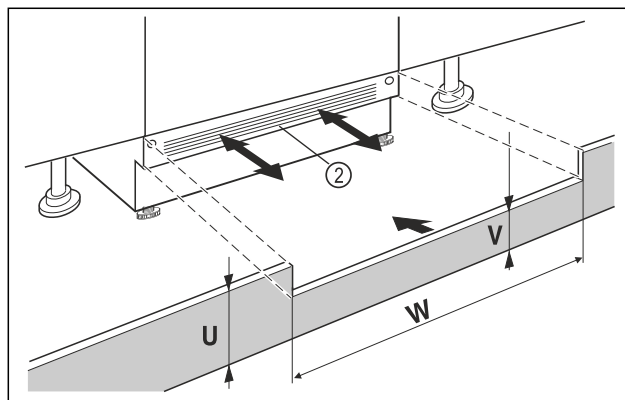

Fig. 14 Primjer izgleda
- Natakните masku podnožja uređaja Fig. 14 (2), ali je nemojte još pričvrstiti.
- Ako se maska podnožja Fig. 14 (2) vidi, izvucite je toliko prema naprijed da prednji rub ventilacijske rešetke i maske podnožja namještaja tvore ravninu.
- Ako je maska podnožja skrivena Fig. 14 (2), gurnite je posve prema otvora.
- Obratite pozornost na potpuno slobodne ventilacijske otvore: Po potrebi izrežite visinu maske podnožja namještaja Fig. 14 (U)!
- Uzduž širine niše Fig. 14 (W) prilagodite visinu poprečne lamele Fig. 14 (V) ispod maske podnožja uređaja Fig. 14 (2).